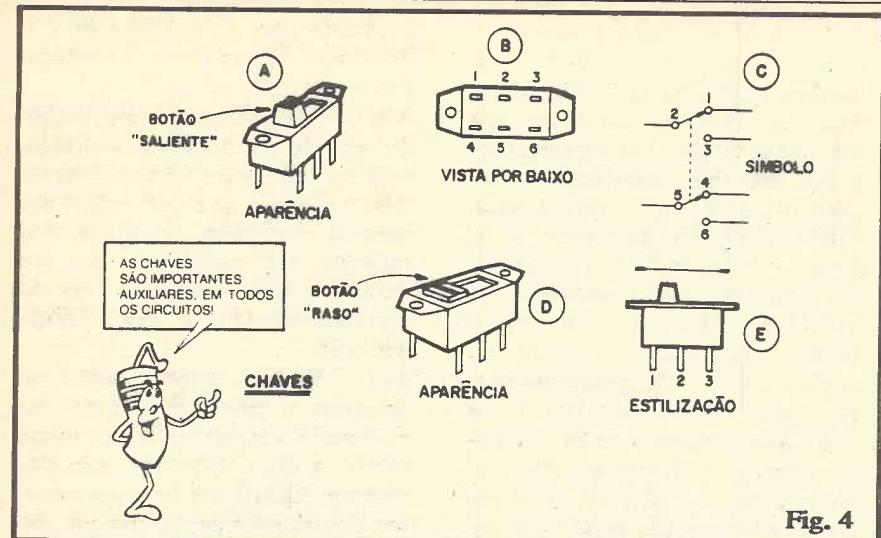

Fig. 4
- FIG. 4 - Outro importante componente "eletro-mecânico" de apoio, utilizado em praticamente todo e qualquer circuito, aparelho, experiência, etc. (principalmente no comando do "liga-desliga" da alimentação). A CHA-
mento de tensão" (existe lá atrás da grande maioria dos aparelhos eletro-eletrônicos domésticos...), ou seja, na determinação da "tensão da rede", 110 ou 220V, sob a qual aparelhos ou circuitos devem trabalhar. Nesse caso, como o acionamento da chave é feito **uma única vez** (ao ser instalado o dispositivo num determinado local de uso...), o "botão" é "raso" (ver 4-D) de modo que não possa, accidentalmente, ser mudado de posição... Finalmente, na fig. 4-E temos a **estilização** mais usada para representar as chaves H-H nos diagramas de montagem (chapeados) do ABC. Como na maioria das vezes usamos apenas "um lado" da chave, essa é vista lateralmente, enfatizando apenas os terminais 1-2-3 (dentro do referencial numérico atribuído para efeito de identificação, como na fig. 4-B...).